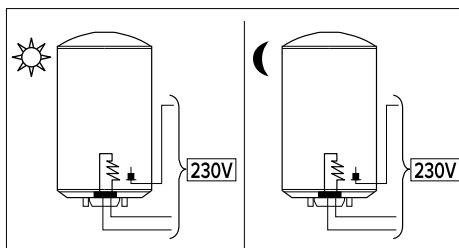

Abb. 14a - PROfessional TECH
② Permanente Stromversorgung
- > Heizelement und PROfessional TECH Anode \Rightarrow Kontinuierliche Stromversorgung (Abb. 14a).